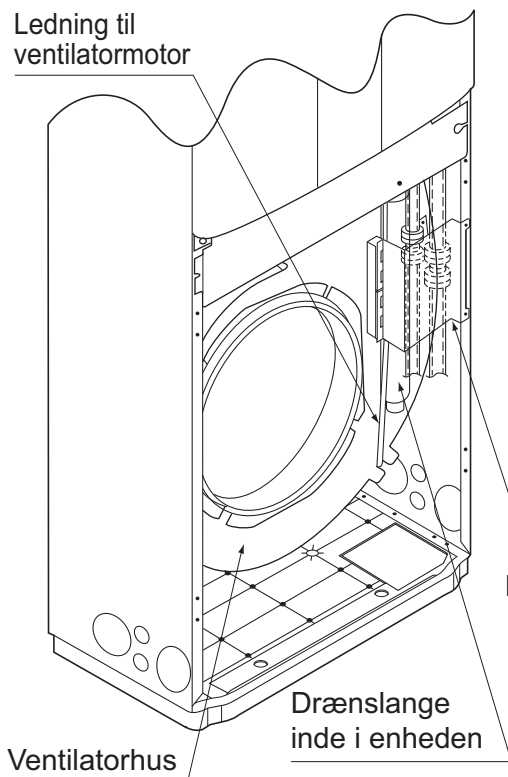

Fig. 12
- Tag rørholderen af. (Se fig. 12)
- Efter endt føring af kølerør og elektriske ledninger, skal kølerør, indendørsenhedens drænslange, ledningsforbindelsen mellem indendørs- og udendørsenhed og jordledningen fastgøres med rørholdepladen (**Se fig. 12**). Under dette arbejde kan kølerørene, der ledes ind i indendørsenheden, komme i kontakt med indsugningsgitteret. Pas derfor på, at kølerørene ikke rager frem fra rørholdepladen. (Vedrørende føring af el-ledninger, se "8. ELEKTRISK LEDNINGSFØRING".)